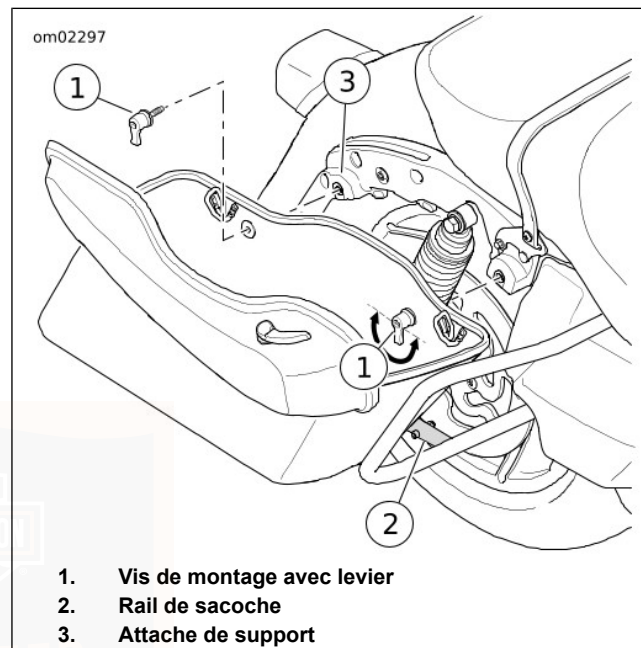

Figure 45. Dépose/installation des sacoches
2. Voir Figure 45. Tourner les leviers de vis de montage dans le sens antihoraire afin de déposer les vis de montage du support de fixation.
3. Voir Figure 45. Installer les vis de montage dans l'œillet du support. Tourner le levier dans le sens horaire, serrer les vis de montage de sorte que les leviers soient orientés vers le bas entre les positions 3 heures et 9 heures comme indiqué.